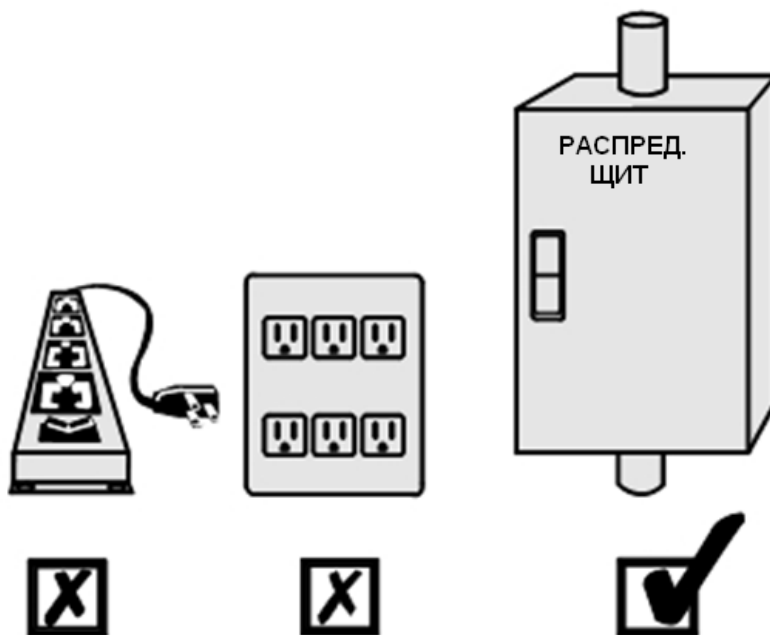

Рис. 10
2. Подключать ИБП разрешается только к распределительному щиту имеющему соответствующую мощность (Рис. 10).